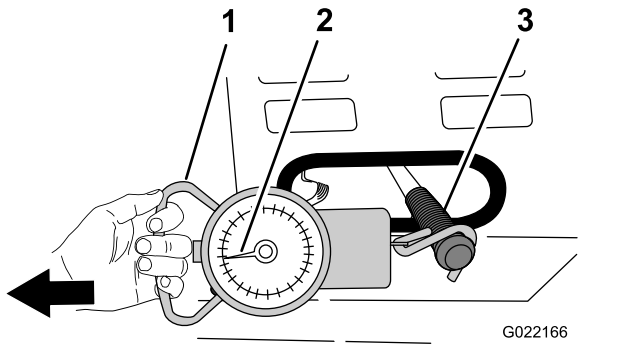

Figura 68
4. Conecte una balanza de muelle con rango de 15–30 kg (35–55 libras) a la empuñadura de la palanca del embrague (Figura 68).
5. Usando la balanza de muelle, tire de la palanca del embrague a la posición de **ENGRANADO**, según se muestra en Figura 68.
6. Observe la balanza de muelle mientras tira para ver la presión más alta alcanzada al pasar la palanca del embrague de la posición de **DESENGRANADO** a la posición de **ENGRANADO** (Figura 68).